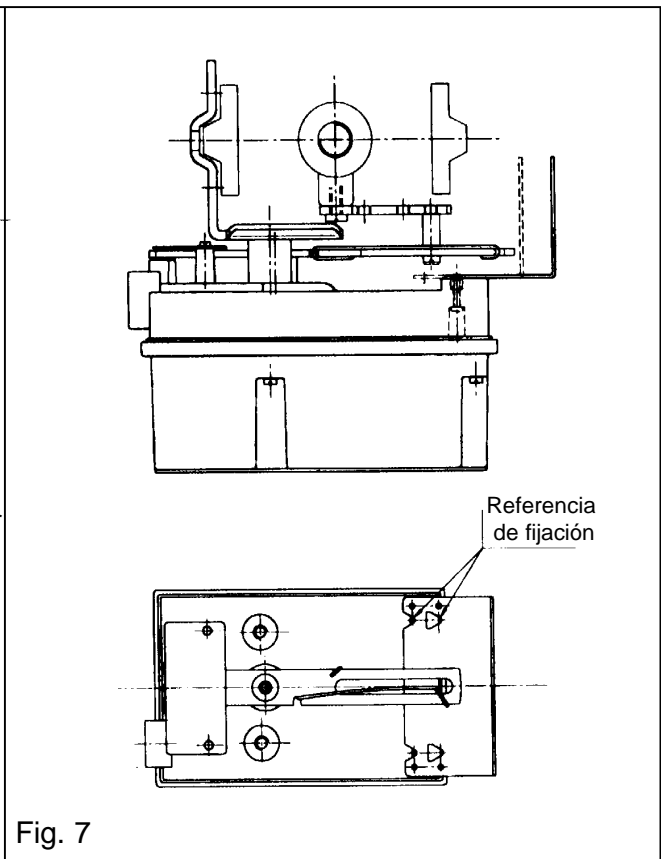

Fig. 7
- 7) Coloque la placa de protección (D) como se indica en la fig. 7, utilizando los agujeros adecuados de acuerdo con la medida de la horquilla de la válvula de control.